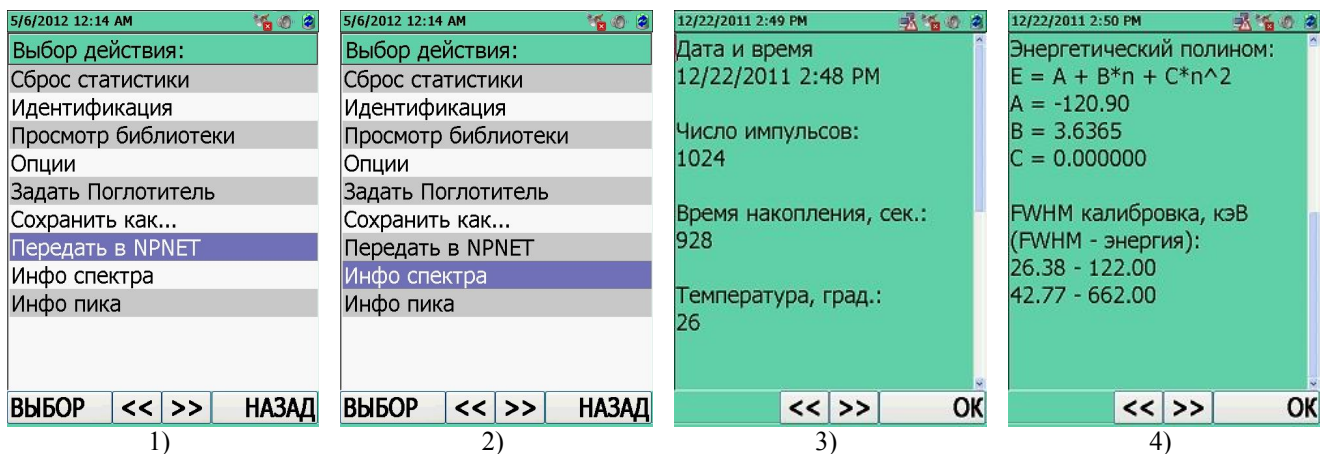

Рисунок 11.16
7) **"Передать в NPNET"**. По команде пользователя, рисунок 11.16 (1), на Web-сервер будут переданы: файл накопленного спектра с привязкой к местоположению прибора (географическим координатам (широта/долгота)) и текущее время/дата. Отображение в меню и передача данных осуществляется в том случае, если в режиме работы прибора "Настройки прибора"/"NPNET" включена и настроена опция "Отсылать данные в NPNET" (11.3.9);
8) **"Инфо спектра"**. Просмотр справочной информации о спектре, рисунок 11.16 (2-4): имя спектра, дата и время накопления спектра, температура, при которой накапливался спектр, коэффициенты энергетической калибровки и калибровки по FWHM. Просмотр осуществляется при нажатии кнопок джойстика ВВЕРХ/ВНИЗ или кнопок <<  /  >>.